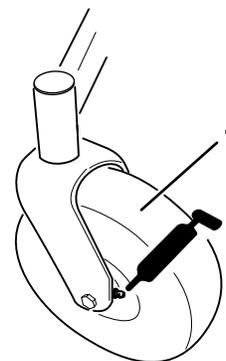

Figura 29
3. Limpie con un trapo los puntos de engrase (Figura 29).
4. Conecte una pistola de engrasar a cada punto de engrase (Figura 29).